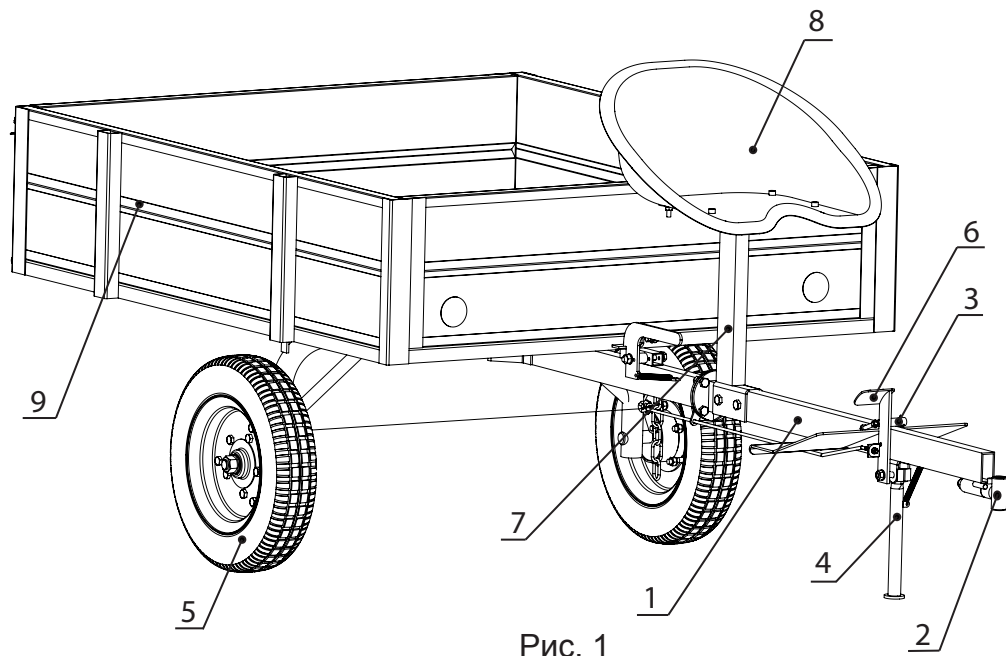

Рис. 1
3.1 Тележка прицепная ТПМ-Т одноосная, не поддрессорена, общий вид тележки предствлен на рис. 1. Кузов (9), опрокидывающийся (вручную) металлический с открывающимся, съемным задним бортом. Перед передним бортом устанавливается сидение(8) для оператора. Рама (1) представляет собой сварную конструкцию из труб прямоугольного сечения и состоит из двух частей, соединенных между собой болтами. В передней части устанавливается сцепка (2) для соединения с мотоблоком через шкворень (входит в комплект мотоблока). Сцепка свободно поворачивается относительно продольной оси, поворот ограничивается пальцем и упорами. На раме установлены: стойка (7), подножка (4), фиксатор стояночного тормоза (3). Торможение тележки в процессе движения осуществляется педалью тормоза (6).